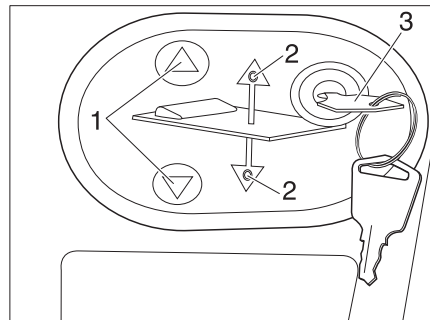

Fig. 150 Panneau de commande pour le lit escamotable électrique
- Insérer la clé (Fig. 150,3) dans le panneau de commande (Fig. 150,2).
- Appuyer sur la touche  ou  (Fig. 150,1) et la maintenir enfoncée. La DEL respective (Fig. 150,2) s'allume et le lit escamotable s'abaisse ou se lève.
- Lorsque la position désirée est atteinte, relâcher la touche  ou  (Fig. 150,1). La DEL respective (Fig. 150,2) s'éteint.
- Retirer la clé (Fig. 150,3).